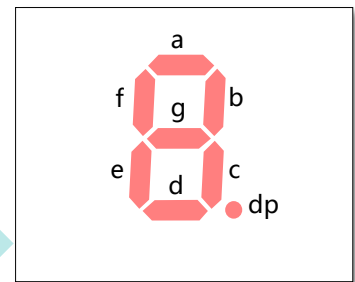

图 8 每个数码管段位序号
- 每个数码管段位序号：接收八段码时，便于你对段位寻址，见图 8。